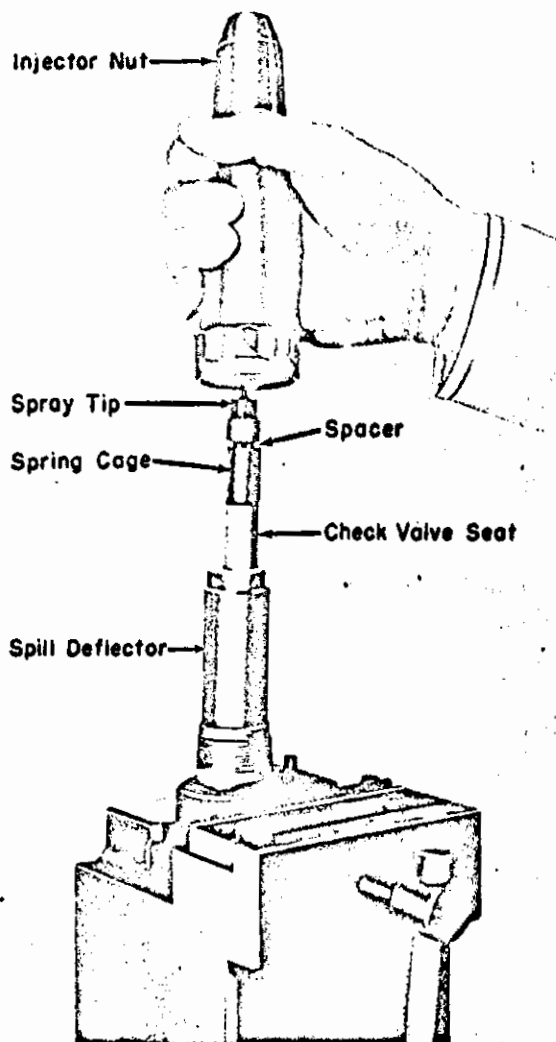

Fig. 22 – Quitando la tuerca del inyector
6. Colóquese con cuidado la tuerca del inyector sobre las piezas apiladas, Fig. 22. Atórnillese la tuerca a mano y apriétese finalmente a una tensión de 120 pies-lbs. sirviéndose del cubo de llave especial No. 8201445 para tuercas de inyector y la llave de tensión No. 8173332.